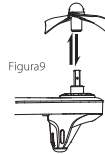

Figura9
1. Prima rimuovere la vite con il cacciavite in senso antiorario e rimuovere l'elica danneggiata verso l'alto (Figura9).